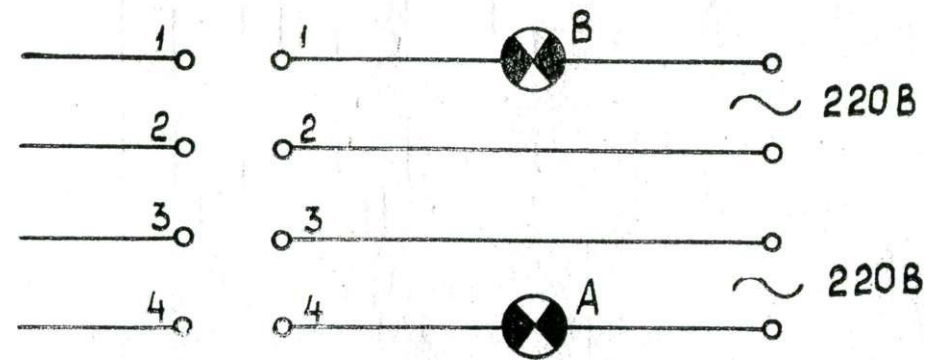

Рис. 5. Устройство для проверки исправности действия аварийного сигнала и командного устройства.
12.4.3. Приспособление для проверки исправности действия аварийного сигнала и командного устройства (рис. 5).
Подсоедините кабель к пульта измерительному ВЫХОД и специальному приспособлению (рис. 5), которое в свою очередь подключается к источнику питания.